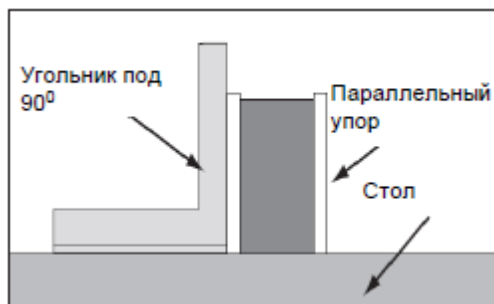

Рис. 34
7. Поставить угольник на стол и приставить к передней части параллельного упора, как показано на рис. 34, для проверки перпендикулярности упора столу.